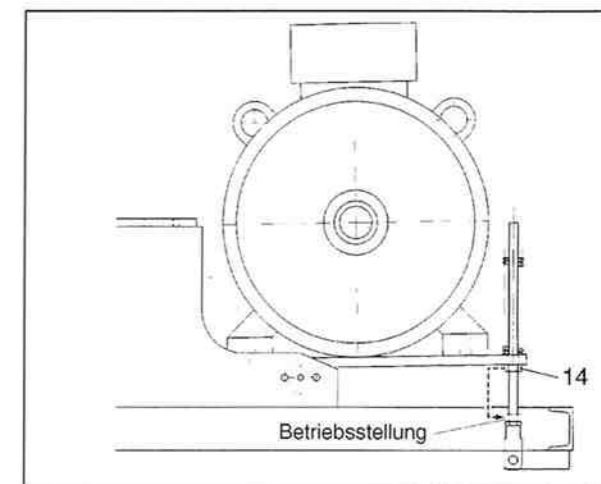

Bild 31
Für die Erneuerung des Keilriemensatzes kann das Automatik-Spannsystem mit Hilfe der Mutter (14) entlastet werden (Bild 31). Nach Wechsel der Keilriemen ist die Mutter (14) wieder auf Stellung "Betrieb" (Anschlag Gabelgelenkkombination (13)) zu bringen.